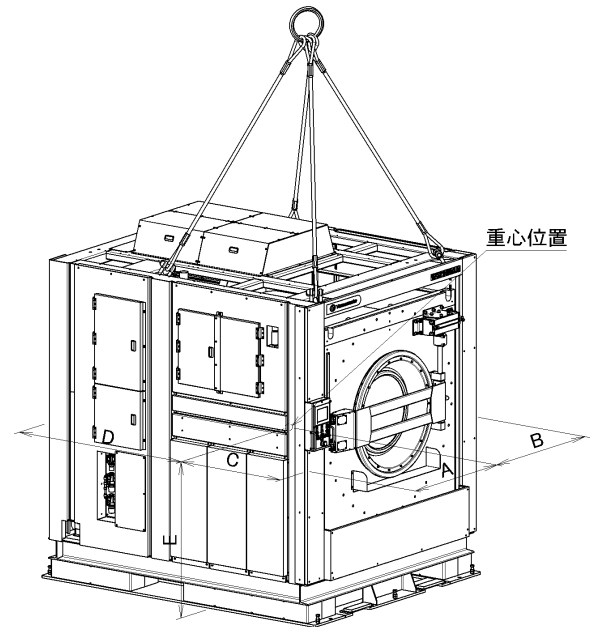

図 3-1
### 3.3 運搬(図 3-1)
- 3) クレーン等で機械を吊り上げるときは、本体上部四隅(図 3-1)の 4 ヶ所に必ずフックを掛けて吊り上げます。
- 4) 重量と重心(図 3-1)